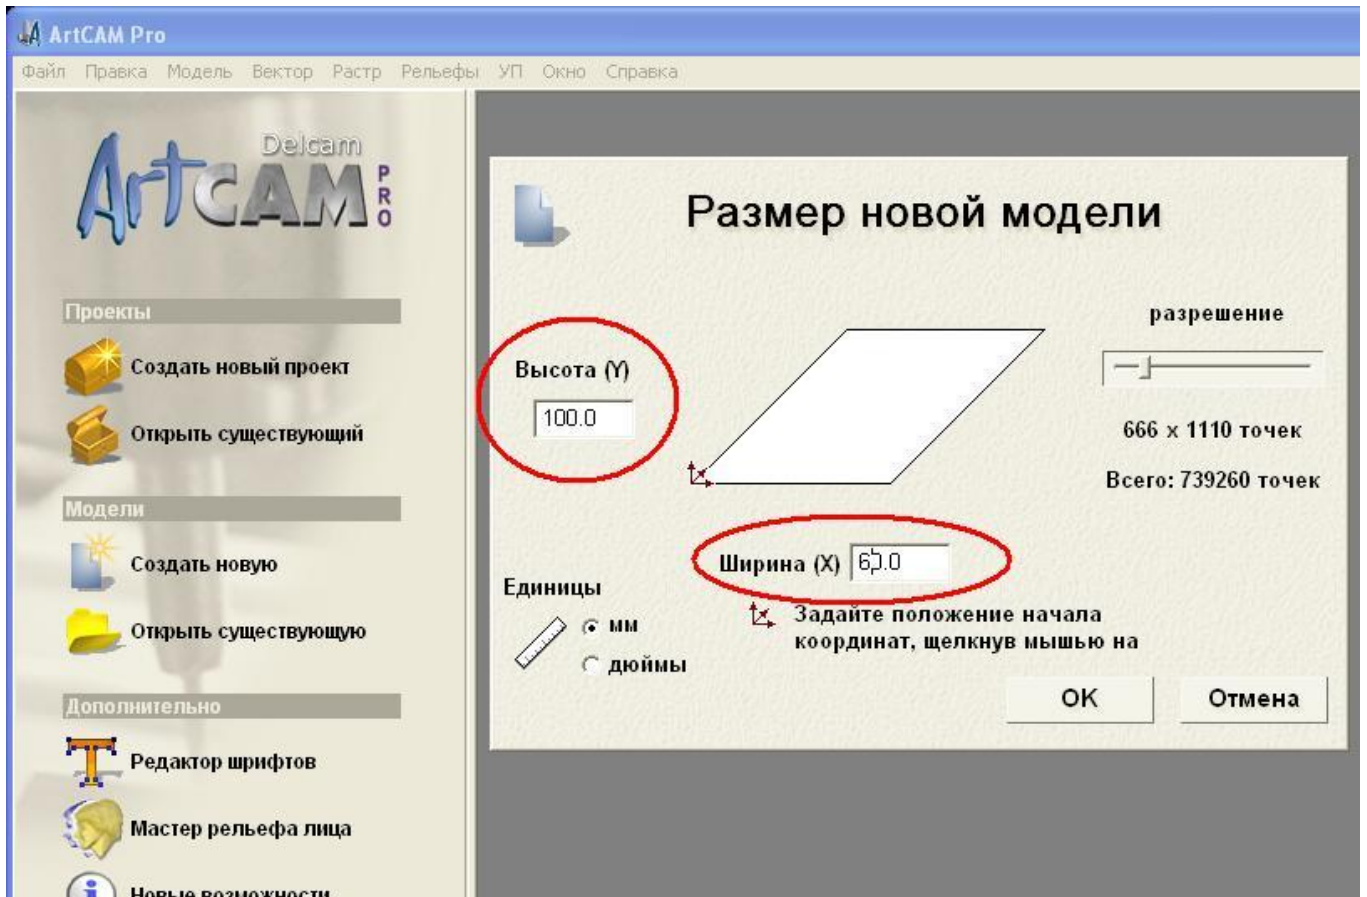

Рисунок 2
2. В открывшемся окне задаем размер нашей заготовки, в полях «Высота (Y)» и «Ширина (X)», рисунок 2, и нажимаем «ОК».